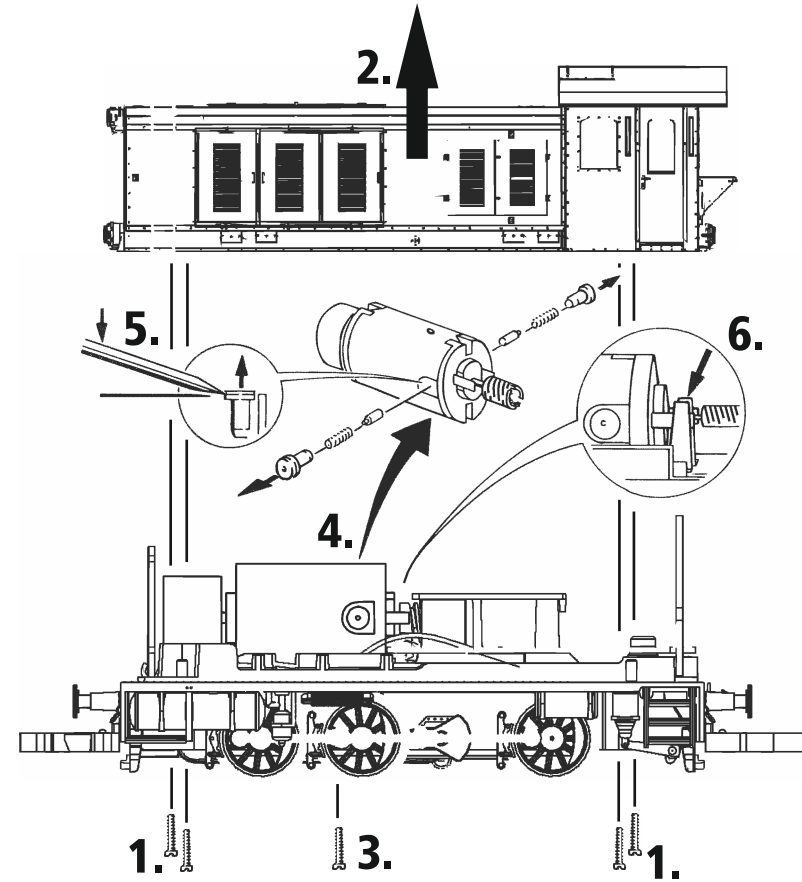

Fig. 8
Ausführung für Wechselstrom: siehe Fig. 8
Version en courant alternatif: voir fig. 8
A.C. operation: see fig. 8